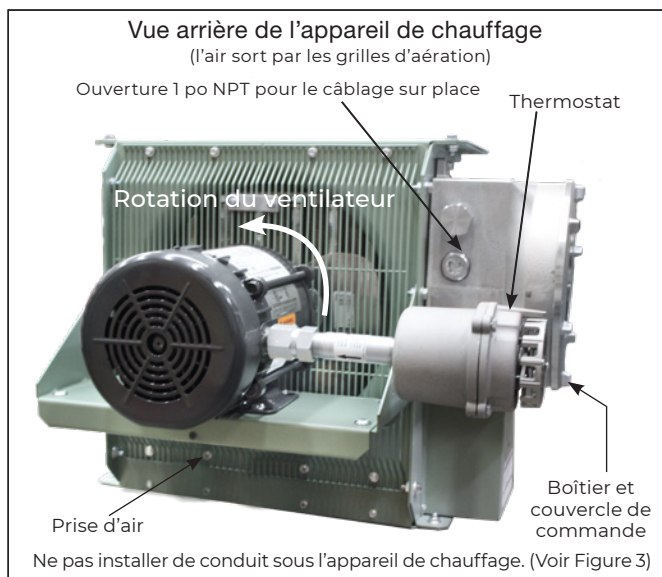
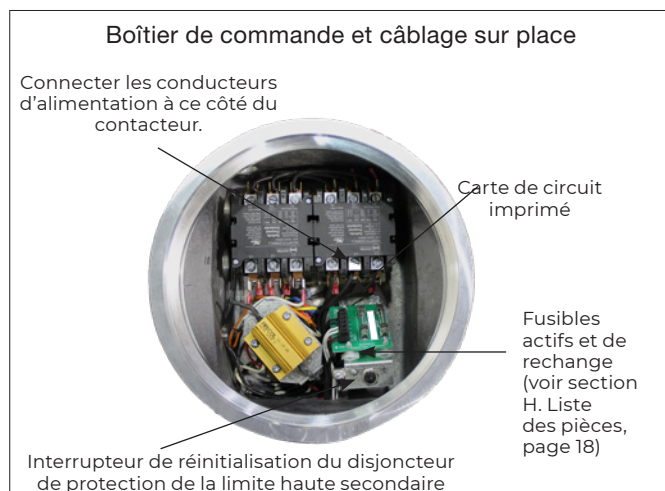

Figure 6
Figure 7
- 2.1 Les conducteurs d'alimentation, le conducteur de terre et les conducteurs du thermostat de pièce (voir D.3 Schéma de câblage, page 11) passent tous par l'ouverture 1 po NPT (voir Figure 6, page 9) et doivent être câblés dans le boîtier de commande (voir Figure 7, page 9).
- S'assurer que le ventilateur tourne librement. Voir Figure 6, page 9 pour le bon sens de rotation du ventilateur.